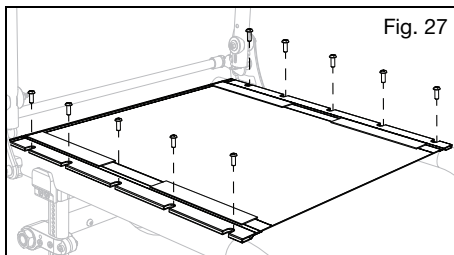

Fig. 27
2. Afloje los tornillos de cabeza de estrella (Fig. 27) en el mismo lado del tapizado del asiento que la lengüeta de tensión ajustable.
6. Vuelva a apretar los tornillos de cabeza de estrella (Fig. 27).
1. Quite los tornillos de cabeza de estrella de 5 mm (Fig. 27) de los rieles del asiento a cada lado del chasis y déjelos a un lado.
5. Vuelva a colocar los tornillos de cabeza de estrella de 5 mm (Fig. 27) enroscándolos parcialmente en su lugar. Una vez que todos los tornillos estén posicionados en su sitio, regrese sobre cada uno de ellos y fíjelos bien.